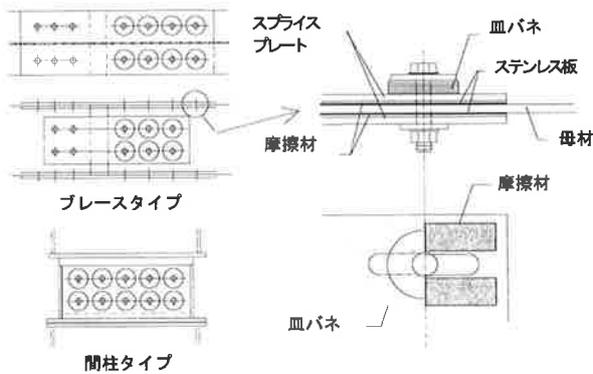

図4-5 ブレーキダンパー
ブレーキダンパーは、図4-5に示すように、耐震要素（ブレース、間柱など）と架構の接合部に、薄いステンレス板とブレーキ材を一对にして挟み込み、すべりと摩擦によりエネルギーを吸収するもので、自動車のブレーキ材を用いている。接合ボルトとすべり板（ステンレス板）の間に皿バネを介すことにより、軸力を一定に保ち、摩擦力も一定に保持できる。ブレーキダンパーの特徴を要約すると以下のようなになる。①ブレース等の剛性とは独立して、皿バネの枚数ですべり耐力が決まるため、減衰力が自在に設定できる。②新築の主要構造体以外に、既存建物の補強や仕上げ材にも組み込み適用範囲が広い。③メンテナンスフリーである。④大地震後でも取り替えの必要がない。⑤コスト・パフォーマンスに優れている。